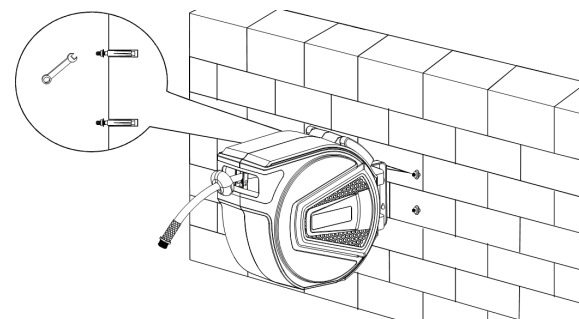

Abb. 4: Montage
Schritt 3: Befestigen Sie die Halterung mit den Schrauben am Träger (Abb. 4).